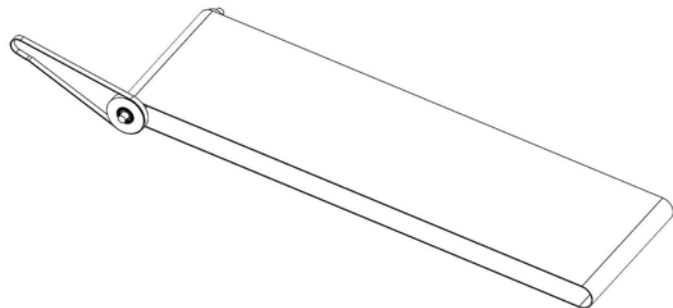

Fig: 9
11. Ta bort främre valsen tillsammans med löpmattan och drivremmen, se *fig: 9*